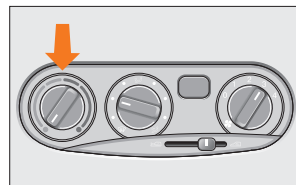

Рис. 48. Левый вращающийся переключатель
**Левый вращающийся переключатель: Температура (рис. 48).**